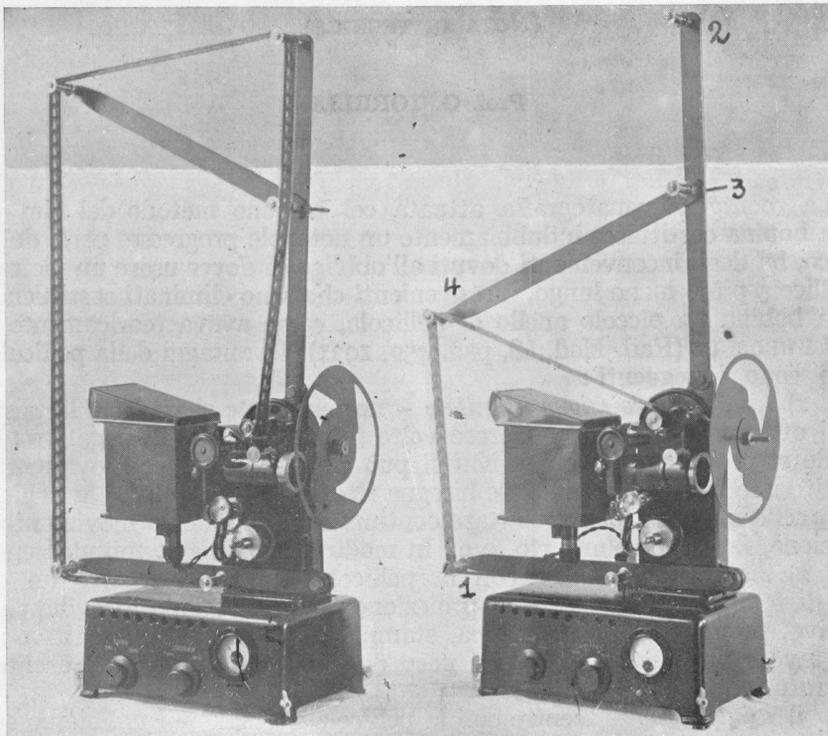

Fig. 1.
Il Prof. MORELLI ha studiato le modifiche da apportare all'apparecchio da proiezione in modo da permettere l'impiego dell'anello di pellicola; tali modifiche vennero attuate dalla Ditta Cinemeccanica come appare dalla fotografia (fig. 1); al posto dei bracci che tengono sul comune apparecchio la bobina avvolgitrice e la bobina porta film, sono stati collocati due altri bracci che tendono il film e ne permettono lo scorrimento. Il braccio inferiore (1) è lungo cm. 40 e porta due rocchetti della larghezza del film; il braccio superiore (2) è lungo cm. 50 e porta un rocchetto all'estremità ed uno snodo (3) a metà; su tale snodo è fissato un rocchetto ed un altro braccio (4) spostabile e portante alla estremità un rocchetto. Abbassando od innalzando il braccio mobile 4 si ha la possibilità di proiettare degli anelli di pellicola da un minimo di m. 1,20 ad un massimo di m. 2,20; l'apparecchio naturalmente può servire anche per la proiezione dei filmi comuni. Per giuntare perfettamente il film in modo che non si stacchi durante la proiezione si deve smeri-